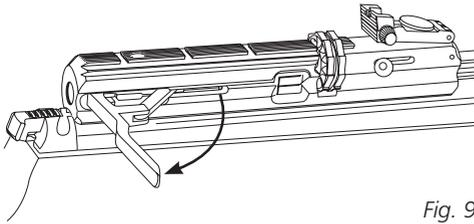
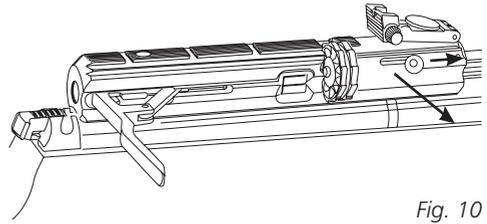

Fig. 9
Fig. 10
1. Para quitar el cargador, tire de la correa del antebrazo e impulse el cerrojo de liberación del cargador y de bloqueo en la posición delantera. A continuación, retire el cargador tirando de él hacia la derecha (Fig. 9 & Fig. 10).